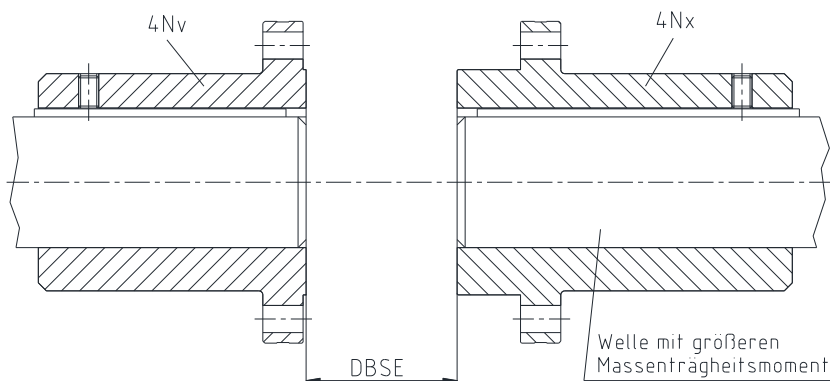

Bild 4: Montage der Kupplungsflansche
- Montieren Sie die Kupplungsflansche (Bauteil 4Nv und 4Nx) auf die Welle der An- und Abtriebsseite. Der Kupplungsflansch (Bauteil 4Nx) für die Montage der Bremsscheibe (Bauteil 15Nx) ist auf das Wellenende zu setzen, an dem das größere Massenträgheitsmoment wirksam wird (siehe Bild 4).
- Die Innenseiten der Kupplungsflansche (Bauteil 4Nv und 4Nx) müssen bündig mit den Stirnseiten der Wellen abschließen (siehe Bild 4).
- Verschieben Sie die Aggregate in axiale Richtung, bis das DBSE-Maß erreicht ist (siehe Bild 4).